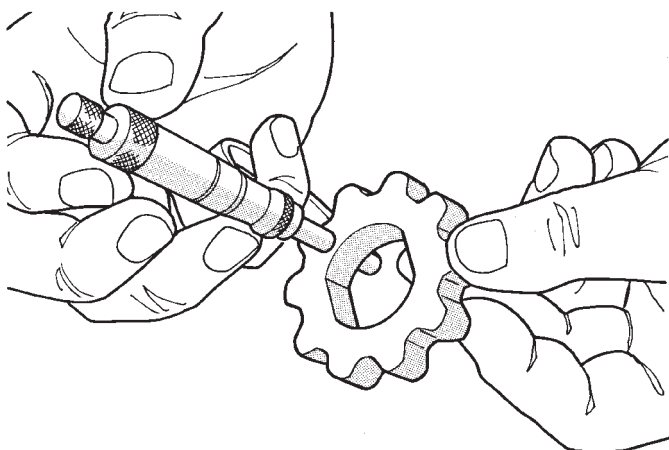

Abb. 116 Messen der Innenradstärke
(4) Beträgt die Stärke des Innenrads 14,299 mm (0,563 Zoll) oder weniger, Innenrad austauschen (Abb. 116).